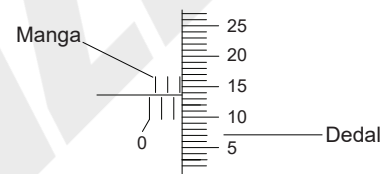

Fig.1
- Aperte o parafuso de travamento, use a chave inglesa para girar a luva (Fig. 1), ajuste a leitura para zero